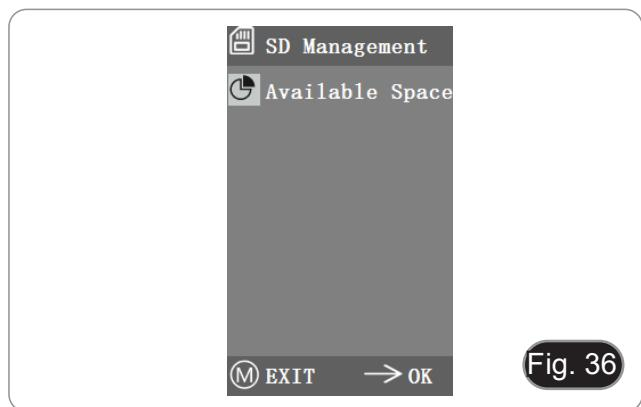

Fig. 36
- Après avoir inséré la carte SD, l'espace restant et l'espace total de la carte SD sont visibles dans "Espace disponible". (Fig. 36)